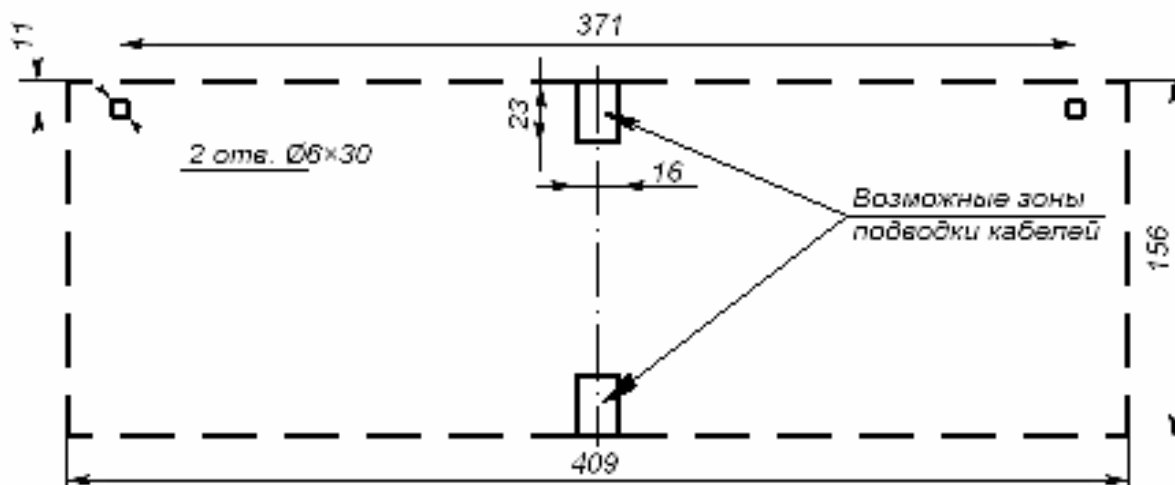

Рисунок 4 Схема разметки для установки TCB
- производить разметку установочных отверстий в соответствии с рис. 4;
8.4.2 Произведите разметку и разделку отверстий на установочной поверхности для крепления TCB и проводки всех кабелей (см. рис. 4). Установите в отверстия 6×30 пластиковые дюбели и вверните в них шурупы 4,2×25 так, чтобы головка шурупа отступала от стены на 5 мм.